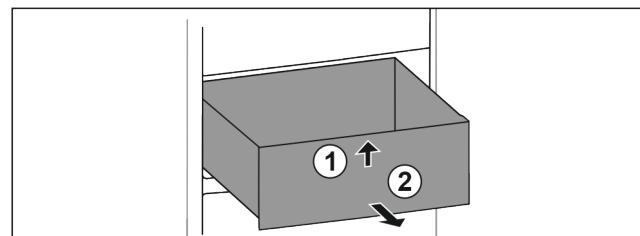

Fig. 16
- Vpředu nadzvedněte Fig. 16 (1).
- Odeberte směrem dopředu Fig. 16 (2).